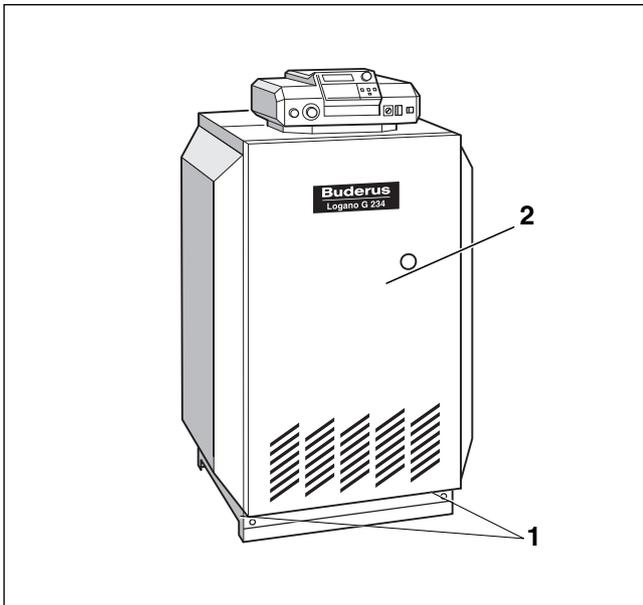

Рис. 34 Logano G234 WS, полностью смонтированный
- ▶ Подвесить переднюю стенку котла (→ рис. 34, [2]).
- ▶ Вставить и закрутить справа и слева в боковые стенки фиксирующие винты (→ рис. 34, [1]).